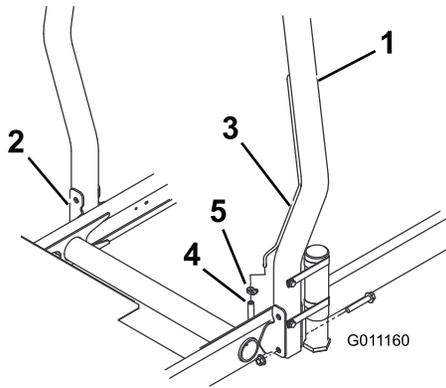

Figure 12
sécurité doit être placé du côté gauche de la machine (Figure 12).
- Fixez chaque côté de l'arceau de sécurité aux supports de montage avec 2 boulons à embase et contre-écrous (Figure 12). Serrez les fixations à 81 Nm.